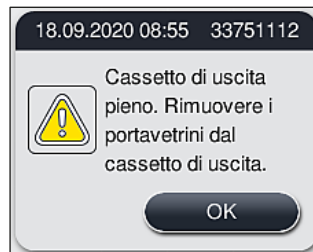

Fig. 90
- Aprire il cassetto di uscita e rimuovere i portavetrini non prima di aver ricevuto l'avvertimento indicante che la stazione di uscita è completamente occupata (→ "Fig. 90"). Se l'avvertimento viene ignorato non è possibile trasferire altri portavetrini nelle stazioni di uscita. In caso di tempi diversi e ritardi nel processo di colorazione, possono verificarsi risultati diversi ed eventualmente non utilizzabili.